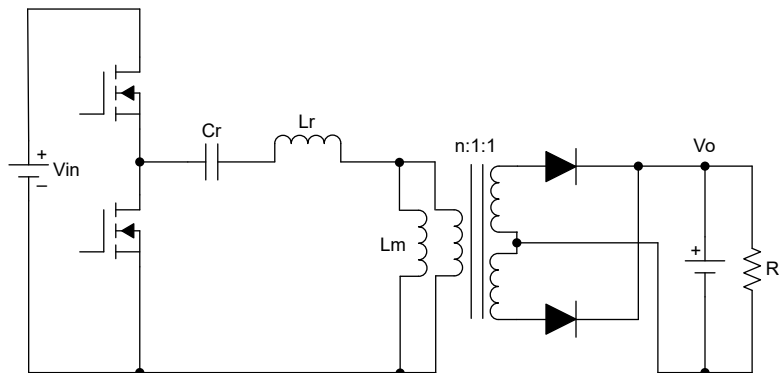

図 2-1. LLC 共振コンバータ
LLC 共振コンバータは、直列共振コンバータ (SRC) をベースにしています。トランスの磁化インダクタを使用することで、広い範囲の入力電圧と負荷にわたってゼロ電圧スイッチングを実現できます。LLC トポロジは共振で動作するため、常に 50% のデューティ サイクルで動作します。したがって、負荷への電力を制御する唯一の方法は、共振周波数を変更することです。この周波数範囲は、図 2-1 に示すように、LM、LR、CR によって定義される共振タンクによって制限されます。LLC コントローラは、公称入力電圧において、共振周波数で動作するときに、最高の効率を実現します。スイッチング周波数が低くなると、電圧ゲインは大幅に増加します。これにより、入力電圧が低下しても、コンバータはレギュレーションを維持できます。たとえば、軽負荷時の電力をさらに最小化するために PFC がディセーブルになっている場合です。共振コンバータの性質上、共振部品すべての電圧と電流はほぼ正弦波です。LLC 共振コンバータのゲイン特性は、第 1 高調波近似 (FHA) に基づいて分析されます。これは、すべての電圧と電流が、スイッチング周波数と同じ周波数を持つ正弦波形状として扱われることを意味します。FHA は、次の図 2-1 に示すように、LLC 電力段を正弦波入力電圧 (VS) としてモデル化し、実効負荷抵抗 RL を駆動します。